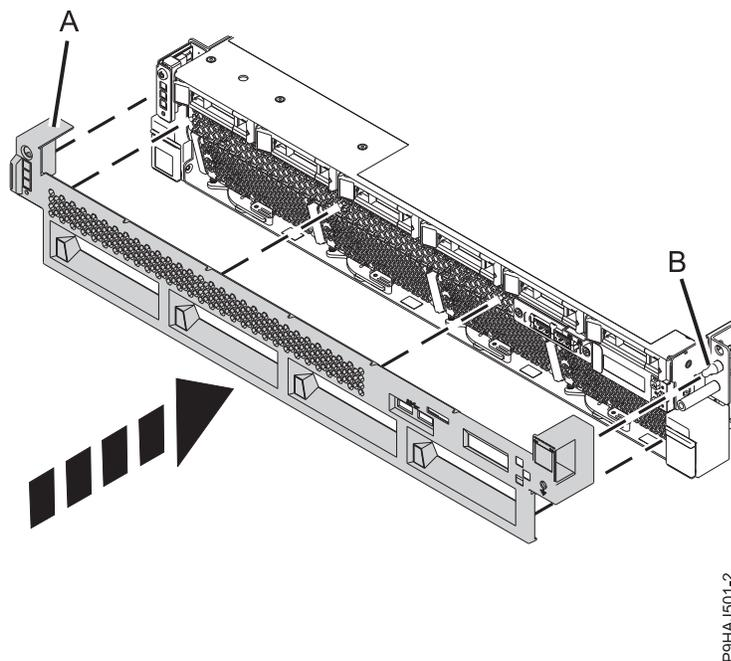

Figura 16. Instalando a Tampa Frontal
2. Empurre cuidadosamente a tampa (A) até que a tampa se encaixe no local. A tampa possui indentações pelas quais é possível segurá-la mais facilmente. Use o pino de alinhamento (B) para fixar a tampa no sistema, conforme mostrado em Figura 16 na página 31. Empurre a área de grade acima dos ventiladores para fixar a tampa na frente.